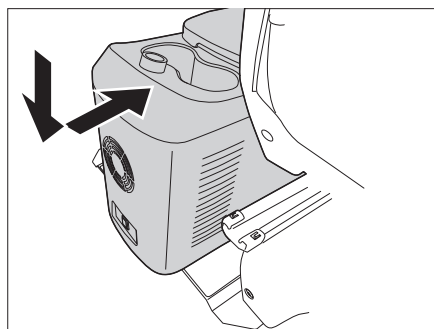
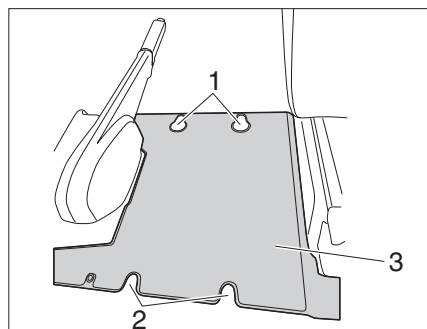

Figura 90 Montar la nevera portátil
Figura 91 Placa de soporte
- Poner los pies de la nevera portátil en los orificios (Figura 91, 1 y 2) de la placa de soporte (Figura 91, 3) y deslizar la nevera portátil hacia delante hasta que engatille (Figura 90).